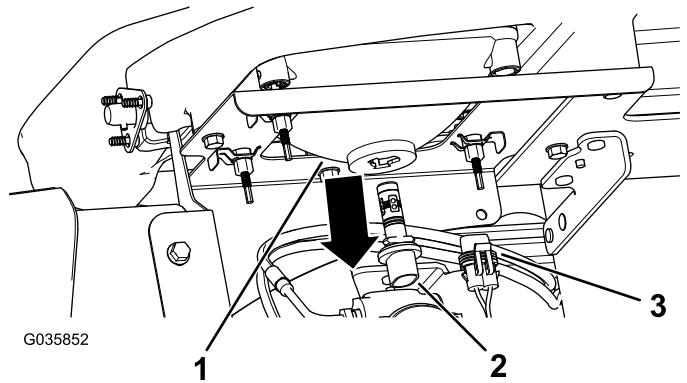

図 49
3. ヘッドライトハウジングの裏側からきているランプアセンブリ用ハーネスコネクタを外す 図 49。
4. ランプアセンブリを左に1/4回転させて後ろに引き抜いてヘッドライトハウジングから取り出す 図 49。
5. 新しいランプアセンブリとヘッドライトハウジングを入れ、ランプアセンブリについているタブをヘッドライトハウジングのスロットに合わせる 図 49。
6. ランプアセンブリを右方向に 1/4 回転させて取り付ける 図 49。
7. ハーネス用のコネクタを、新しいランプアセンブリのコネクタに接続する 図 49。